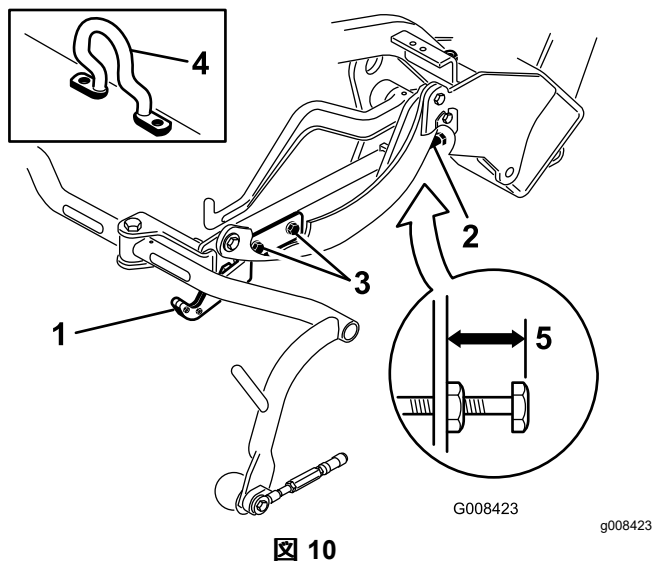
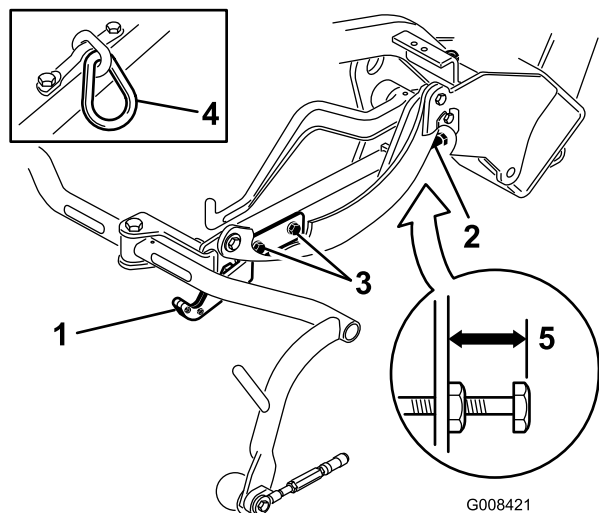
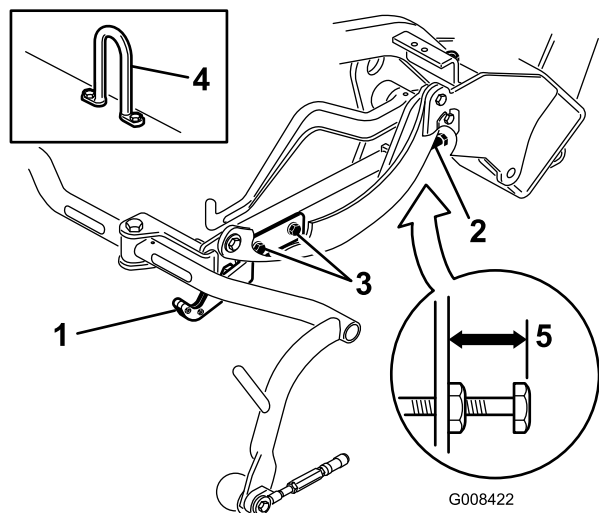

図 10
図 11
図 12
移動走行時の高さを調べ図 11と図 12、必要に応じて調整する。
2. オフセット吊り下げフック図 10、挿入図のついているカッティングユニットでは、キャリアフレーム調整ねじの上端からキャリアフレームの背面までの距離が 25 mm になっていることを確認する。距離が 25 mm でない場合には手順 へ進む。4
3. チェーンリンクまたはストレートリフトフック図 11と図 12、挿入図のついているカッティングユニットでは、キャリアフレーム調整ねじの上端からキャリアフレームの背面までの距離が 22 mm になっていることを確認する。距離が 22 mm でない場合には手順4 へ進む。オフセットリフトリンク図 10のついているカッティングユニットの場合は、次のステップに進む。
4. 移動走行プレート取り付けねじをゆるめる図 11と図 12と図 10。
7. キャリアフレームの高さが同じでない場合には、キャリアフレーム調整ねじについているジャムナットをゆるめる図 10と図 11と図 12。高くするにはねじを外方向にまわし、低くするには内方向にまわす。調整ができたならジャムナットを締めて調整を固定する。